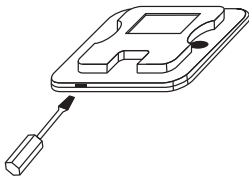

Рис. 5.
2. С помощью отвертки с плоской головкой, подденьте нижний паз проводного контроллера, откройте верхнюю крышку (рис. 5).